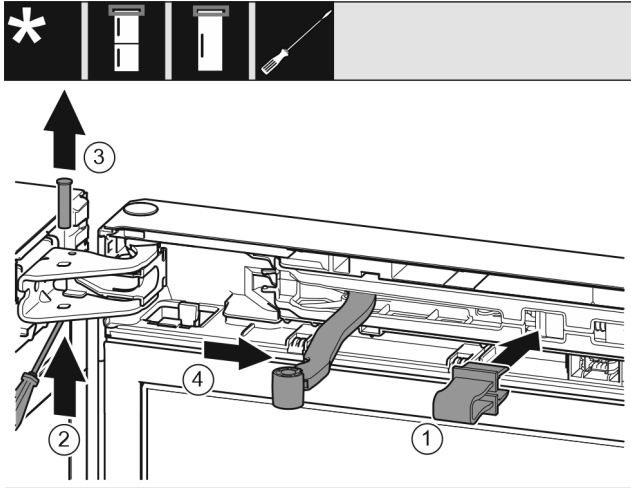

Fig. 9
- ▶ Sicherung Fig. 9 (1) in Öffnung einrasten.
- ▶ Bolzen Fig. 9 (2) herausschieben.
- ▶ Bolzen Fig. 9 (3) nach oben herausnehmen.
- ▶ Gelenk Fig. 9 (4) in Richtung Tür drehen.